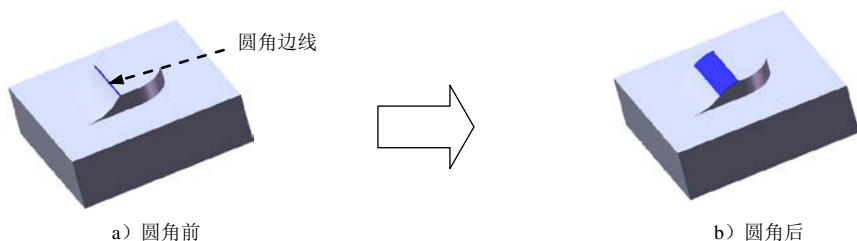

图 4.8 圆角 2
Step5. 创建图 4.8 所示的圆角 2。选择下拉菜单 **插入(I)** → **特征(F)** → **圆角(U)...** 命令; 在 **圆角类型(Y)** 区域选中 ☒ **等半径(R)** 复选框; 选取图 4.8a 所示的边线为要圆角的对象, 在  文本框中输入圆角半径值 1.0。